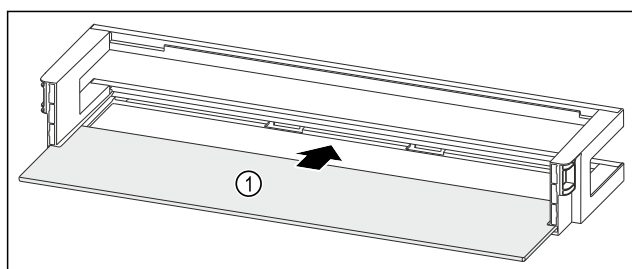

Fig. 119 Polica u vratima s policom za odlaganje
- ▶ Policu za odlaganje Fig. 119 (1) gurnite u bočne otvore.